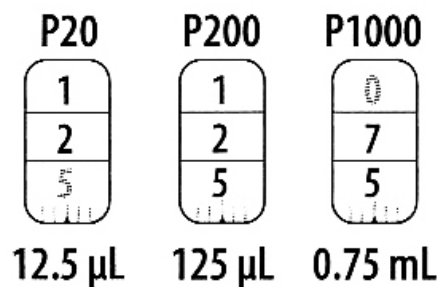

図2 マイクロピペットの容量設定目盛り
- 1) 目盛り調節ダイヤルを回して測り取る容量にセットする（図2参照）。ダイヤルはゆっくり回す必要はないので手早く設定容量にセットする。